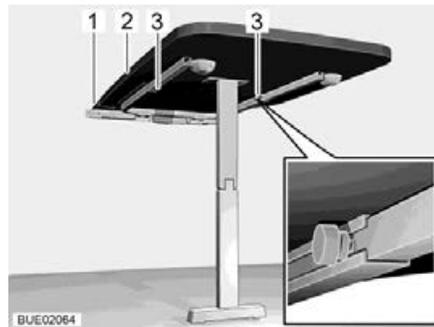

Bild 135 Hängetisch mit Gelenkstützfuß
- Zwei Rändelschrauben (Bild 135,3) lösen.
- Tischplatte (Bild 135,2) vorn leicht anheben und bis zum Anschlag herausziehen. Die Tischverlängerung ist jetzt ganz ausgezogen.
- Tischplattenverlängerung (Bild 135,1) in Tischverlängerung einlegen.
- Tischplatte (Bild 135,2) vorn leicht anheben und herausziehen.
- Tischplattenverlängerung (Bild 135,1) abnehmen und sicher verstauen.